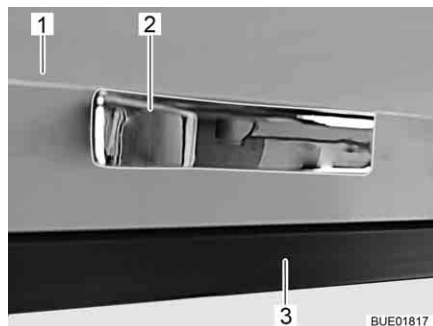

Fig. 75 Sportello del mobile con cricchetto
- Aprire lo sportello del mobile (Fig. 75,1) spingendolo con la maniglia (Fig. 75,2) contro il corpo del mobile (Fig. 75,3). Lo sportello del mobile è sbloccato.